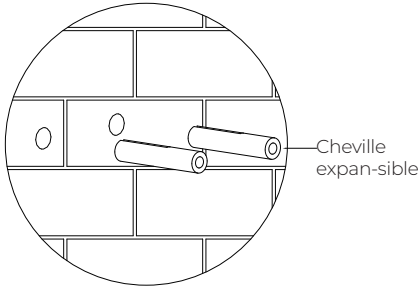

Figure 6-6-3
Étape 2 : Tapez avec un marteau sur la prise murale d'extension jusqu'à ce qu'elle affleure le mur. Voir Figure 6-6-3.